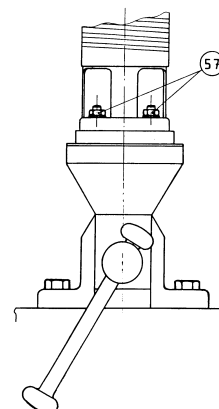

fig. 12
- Dévisser les 4 écrous (57) (fig. 12).